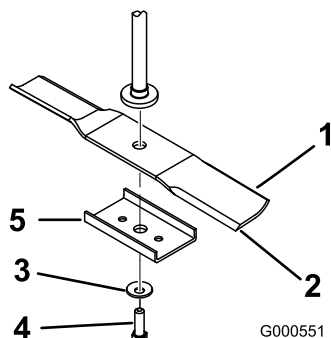

Bild 38
Halten Sie das Ende des Messers mit einem stark wattierten Handschuh oder wickeln Sie einen Lappen um es herum. Entfernen Sie die Messerschraube, Wellenscheibe, Messerverstärkung und das Messer von der Spindelwelle (Bild 38).
1. Setzen Sie das Messer auf die Spindelwelle (Bild 38).
2. Montieren Sie die Messerverstärkung, die Wellenscheibe (Schalenseite zum Messer) und die Messerschraube (Bild 38).